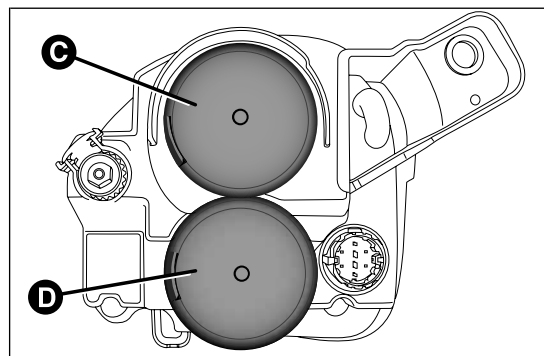

fig. 164
La ubicación de las lámparas es la siguiente fig. 164:
- ☐ quitar la tapa C fig. 164;
- ☐ por último, volver a montar la tapa C fig. 164.
- ☐ quitar la tapa D fig. 164;
- ☐ por último, volver a montar la tapa D fig. 164.